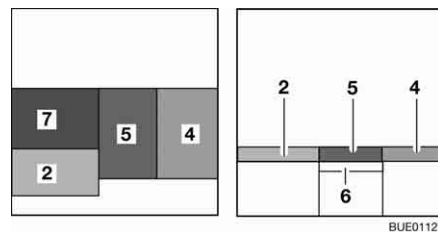

Fig. 122 Après la transformation
- Faire ressortir la rallonge du coffre de banquette (Fig. 122,6).
- Placer le coussin d'assise (Fig. 122,5) au centre.
- Placer le coussin de dossier (Fig. 122,4) entre le coussin d'assise et la cloison.